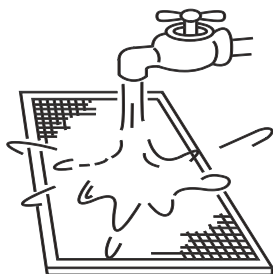

Abbildung 13.3
- Die Lufteinlassseite sollte bei der Verwendung von sauberem Wasser nach unten gerichtet sein. (Siehe Abb. 13.3).